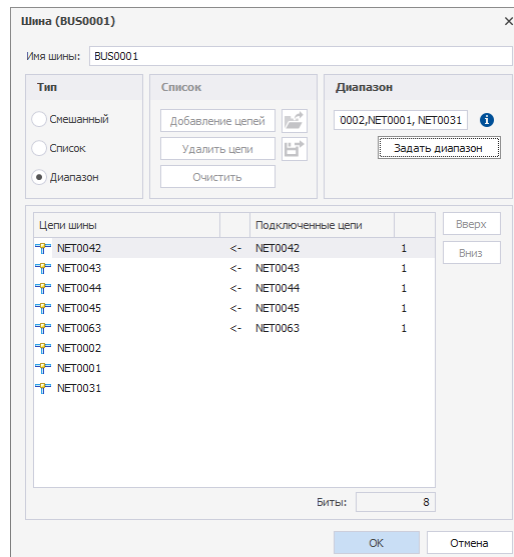

Рис. 167 Отображение списка созданных цепей
- Зафиксировать список цепей, нажав кнопку «ОК», см. Рис. 167.